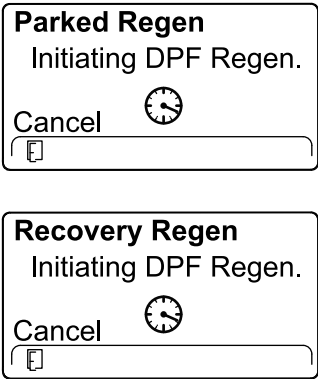

Figura 68
- El InfoCenter muestra el mensaje INITIATING DPF REGEN (Iniciando regeneración de DPF) (Figura 68).